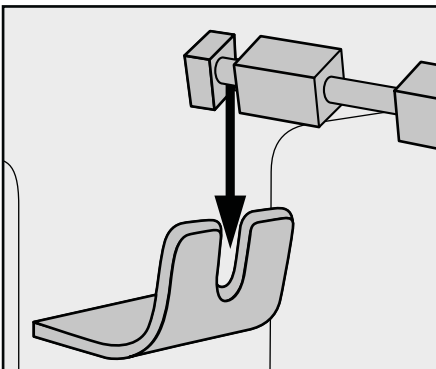

Fig. 2: Drejespyddet **16** sættes ind i drejespydholderen **9**.
- Sæt derefter den anden ende af drejespyddet **16** med den dybe not ind i drejespydholderen **9** (fig. 2):